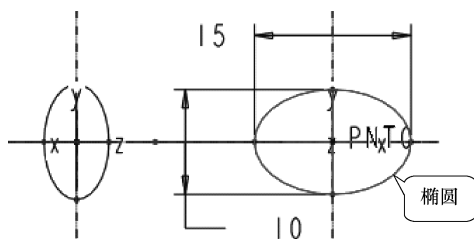

图 6-66 草绘截面 4
(13) 在【截面】下滑面板中单击【插入】按钮 **插入**，【截面位置】收集器处于激活状态，在图形区选取原点轨迹上的 4 点（PNT0），单击【草绘】按钮 **草绘**，进入草绘环境，草绘如图 6-66 所示的椭圆。